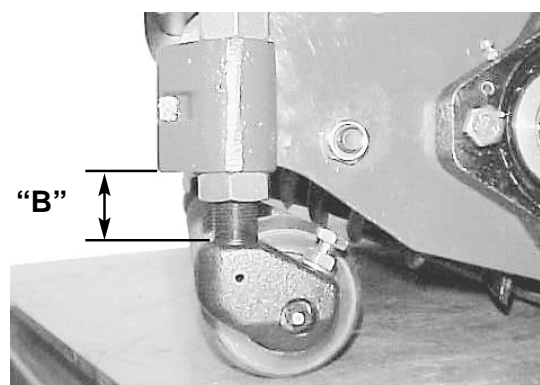

Figure 11
2. Réglez la hauteur "B" de la patte avant à la dimension approximative indiquée dans le Tableau 1. Cette valeur correspond à la distance entre la surface inférieure du support en fonte et la surface supérieure de la tige (Fig. 11).
**NOTE :** pour les distances "B" de rouleau avant supérieures à 38 mm, inversez les emplacements des écrous de réglage long et court pour renforcer le support (Fig. 11).